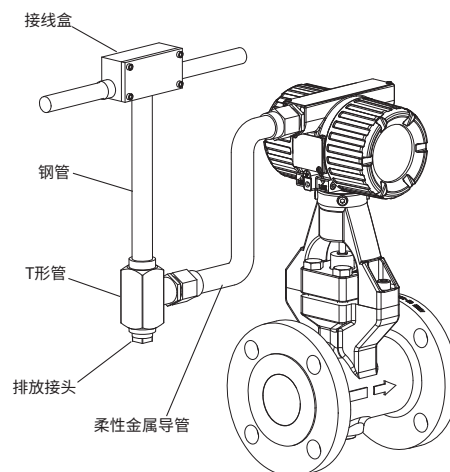

图4.10 接线示例(一体型流量计/分体型传感器)
- (3) 建议使用柔性金属导管和管道进行接线,以便防水或保护电线不受损坏(见图4.10和4.11)。